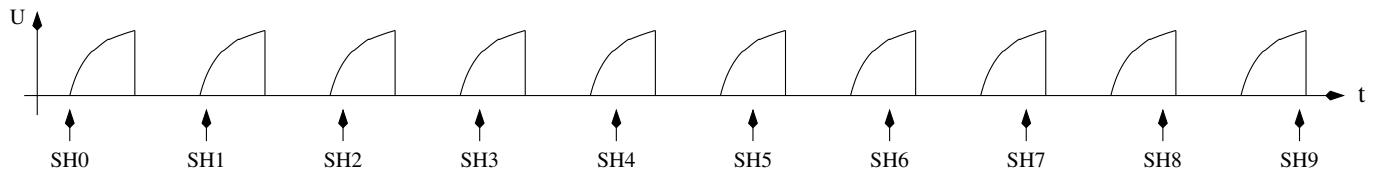

Abbildung 5.30. Abtasten eines Spannungsverlaufs mit der Samplingmethode
Der Funkamateuer Pieter-Tjerk (PA3FWM) hat für die Messung sehr kleiner Kapazitäten ( $< 100\text{pF}$ ) mit hoher Auflösung die Fähigkeiten des Testers um die Sampling ADC Methode erweitert. Die Wandlungsdauer des ADC reicht eigentlich nicht aus, um schnelle Vorgänge abtasten zu können. Bei der Abtastung der Spannung wird das Eingangssignal aber zu einer exakt festgelegten Zeit abgetastet, der Sample und Hold Zeit (SH). Der ADC braucht für eine komplette Wandlung 13 Takte, wobei der ADC Takt durch Teilung des Prozessortaktes durch 128 oder 64 gewonnen wird. Die Abtastung des Spannungswertes findet immer genau bei ADC-Takt Nummer 1.5 statt. Wenn nun das abzutastende Spannungssignal immer wieder neu erzeugt werden kann, kann man durch Verschiebung der Abtastzeit das komplette Signal mit dem Raster der Verschiebung abtasten. Eine normale ADC-Wandlung dauert bei 8 MHz Prozessortakt  $13 \times 64 = 832$  Taktzyklen. Wenn das Signal nun mit einem 831 Takten Zyklus wiederholt wird, würde die ununterbrochene ADC-Wandlung (Freilauf-Modus) das Signal bei jeder fortlaufenden Wandlung einen Prozessortakt später abtasten. Mit dieser Methode muß dafür gesorgt werden, daß die erste ADC-Abtastung des Signals zu der gewünschten Startzeit beginnt. Die Zeiten der fortlaufenden ADC Werte verschieben sich dann jeweils um einen Prozessortakt relativ zum neu erzeugten Signal. Wenn die Wiederholung des Signals gut gelingt, entspricht das aus vielen Signalwiederholungen zusammengesetzte Signal dann dem ADC Signal, das mit Prozessortakt (8 MHz) abgetastet und gewandelt würde. Die Abbildung 5.30 zeigt das Prinzip der Abtastung mit einem zehnmal wiederholten Signal um daraus 10 Abtastwerte (SH0 - SH9) zu gewinnen. Für den